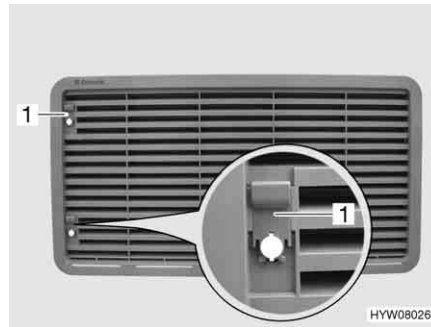

Fig. 187 Grille d'aération du réfrigérateur (avec curseur)
- Pousser le curseur (Fig. 187,1) vers le haut.